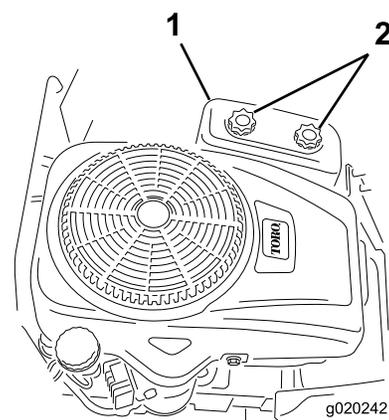

Figura 37
4. Remova cobertura do filtro de ar desparafusando os 2 botões (Figura 37).
3. Coloque a cobertura do filtro de ar e aperte os dois botões (Figura 37).